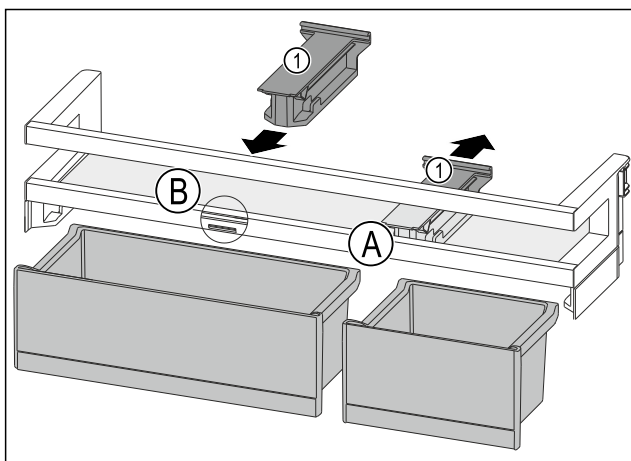

Fig. 146
- Largoni nga prapa pjesën mbajtëse Fig. 146 (1) në pozicionin Fig. 146 (A).
- Vendosni pjesën mbajtëse Fig. 146 (1) në pozicionin Fig. 146 (B).